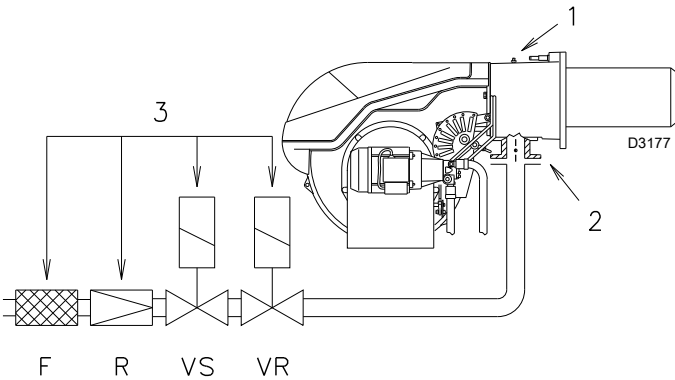

图 27
在测试点 1) (图 27) 处测得的燃气压力，其中：
- 用在测试点 1) (图 27) 处测得的燃气压力减去炉膛压力。
$$\begin{aligned} \text{测试点 P1) (图 27) 处的燃气压力} &= 21.9 \text{ mbar} \\ \text{炉膛压力} &= 3 \text{ mbar} \\ 21.9 - 3 &= 18.9 \text{ mbar} \end{aligned}$$
计算测试点 1) (图 27) 处所需燃气压力时，将燃烧器以最大比调出力运行：
读出右边栏所示测试点 1) (图 27) 处压力。
测试点 1) (图 27) 所需的压力。